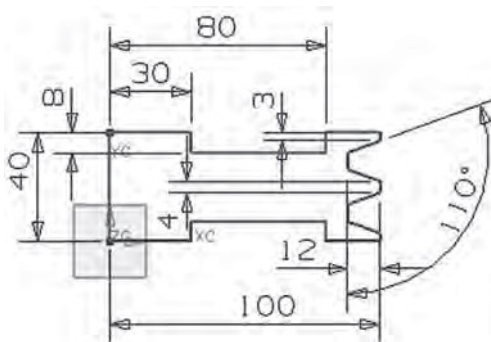

图 2-66
12. 在Y-Z平面创建图2-66所示的草图, 要求完全约束。